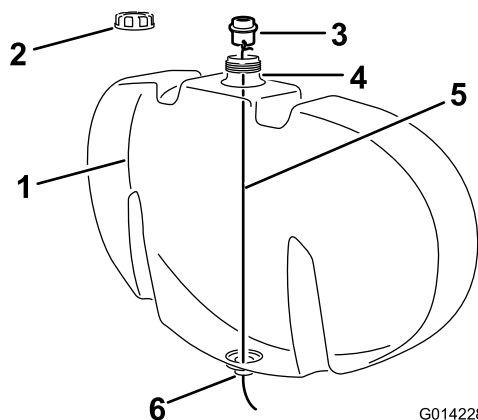

Рисунок 2
- B. Прикрепите провод, длина которого должна превышать высоту бака, к одному из отверстий вилки переходного штуцера (Рисунок 2).
- C. Снимите крышку горловины промывного бака (Рисунок 2).
- D. Опустите провод в отверстие заливной горловины и протяните через нижнее отверстие бака (Рисунок 2).